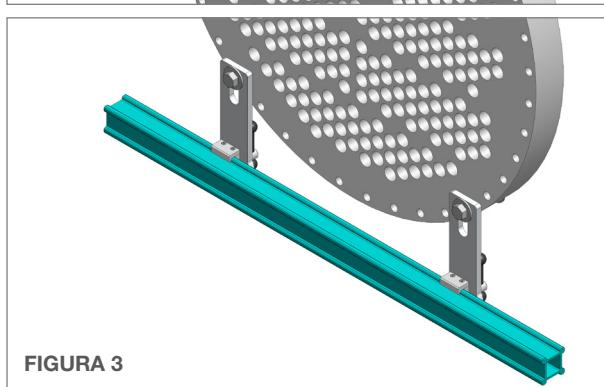

FIGURA 3
- Encaixe o **Trilho Inferior (sem rasgos)** nos suportes inferiores. Não é necessário que este trilho esteja alinhado com a mesma precisão que o trilho superior, mas deve estar aproximadamente paralelo ao trilho superior para assegurar um melhor funcionamento. Aperte as garras de fixação do trilho aos suportes. Assegure-se de que os suportes inferiores estejam bem fixados ao flange do feixe de tubos. (**Figura 3**).